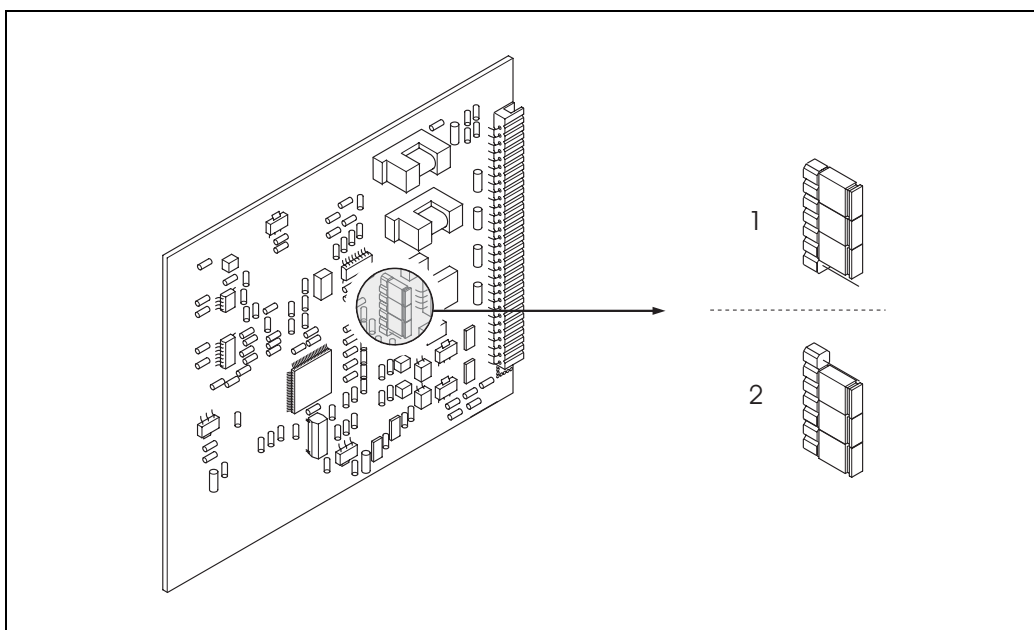

Fig. 31: Configurazione dell'uscita in corrente (scheda di I/O)
3. Posizionare i ponticelli come da → Fig. 31.